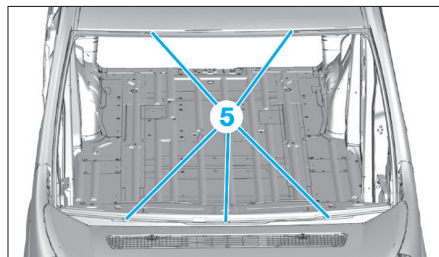

FIG. 4
- Positionner les cales d'épaisseur (5) (Fig.4).